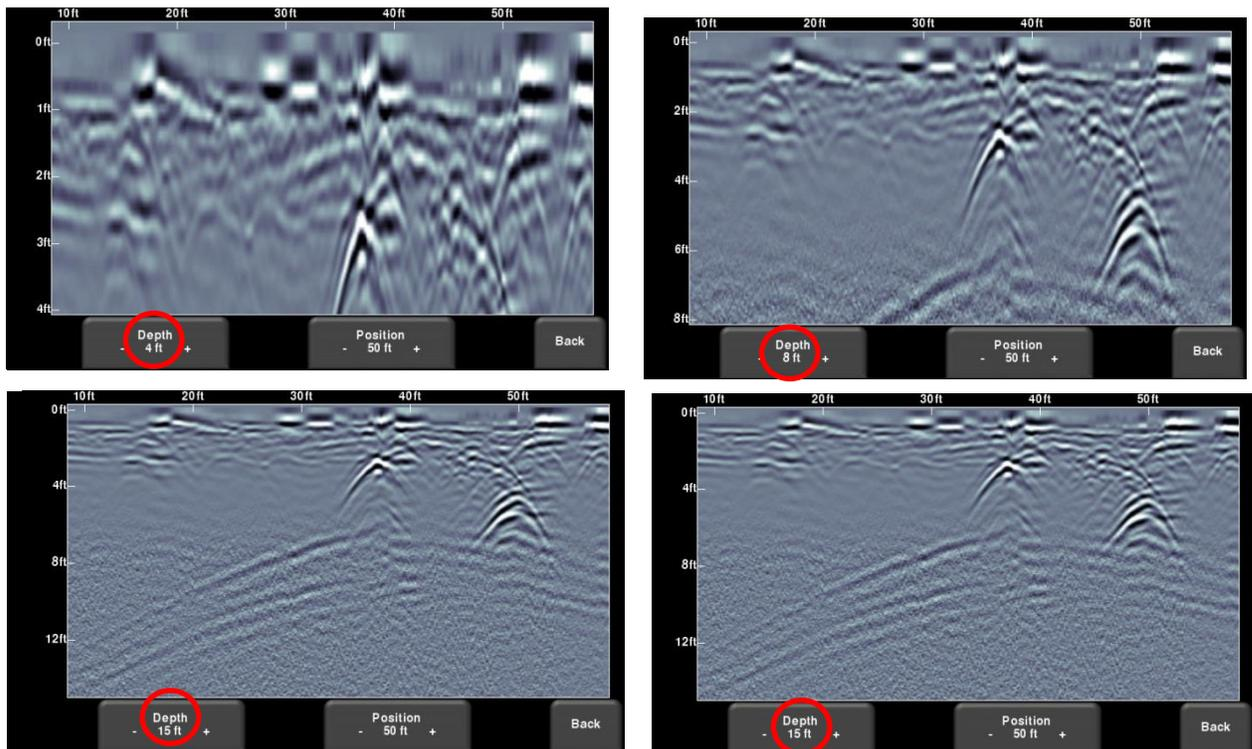

Figure 8-6 : Variation de la profondeur d'affichage
- **Profondeur** – Appuyez sur **+** ou **-** sous la touche **Profondeur** pour modifier la profondeur de l'affichage des données. Il s'agit de la fenêtre de profondeur. Les valeurs préconfigurées vont de 1 m à 8 m, voir Figure 8-6.